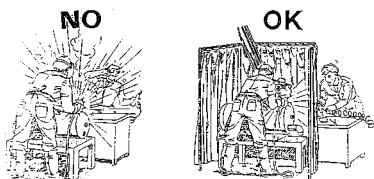

Fig.4
- La operación de soldadura tiene que ser realizada en un ambiente ventilador y aislado respecto a las otras zonas de trabajo, para proteger a los operadores de radiaciones y humos. Si esto no es posible, las personas cercanas al operador y con mayor razón sus ayudantes deben estar protegidos interponiendo cortinas y pantallas opacas transparentes, autoextinguibles y que cumplan con la normativa local vigente (la elección del color de una cortina depende del proceso de soldadura y de las corrientes empleadas), gafas anti-UV y, de ser necesario, empleando máscara con filtro de protección adecuado (Fig. 4).